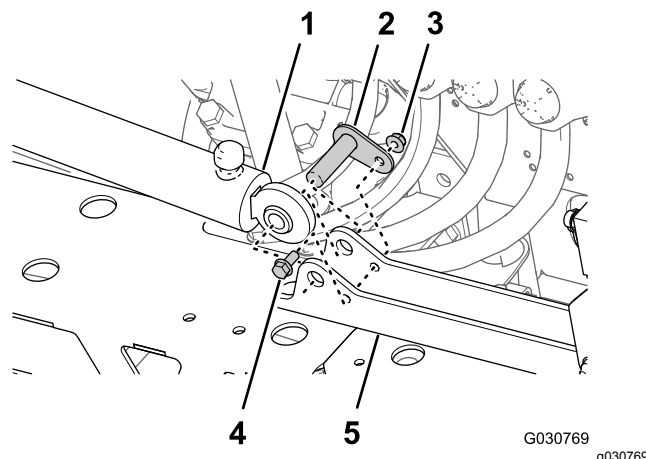

Figura 94
2. Monte o cilindro na montagem do cilindro com o pino de articulação, o parafuso de cabeça flangeada e a porca flangeada (Figura 94).
1. Alinhe a extremidade fixa do cilindro de elevação que retirou no passo 4 de Retirar o cilindro de elevação \(página 30\) com o orifício de 16 mm na montagem do cilindro (Figura 94).